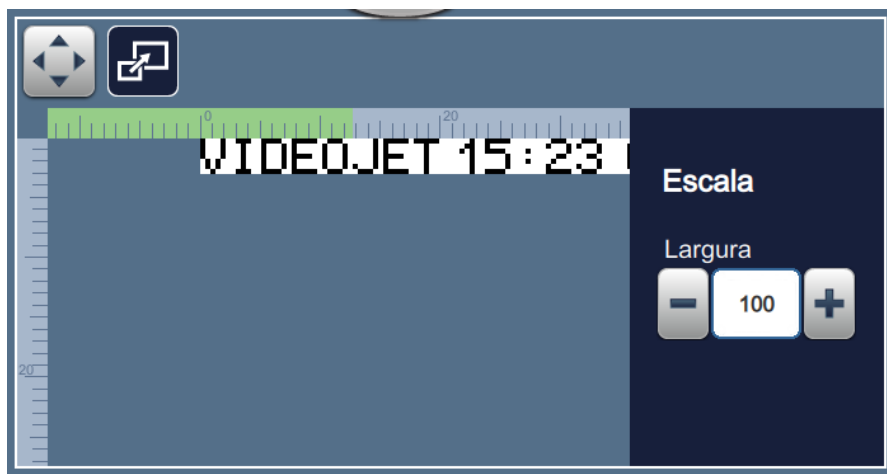

Figura 4-10: Ajustar\_Escala
1. Toque no  botão e o valor atual do divisor de escala atual aparecerá, como mostra a Figura 4-10.